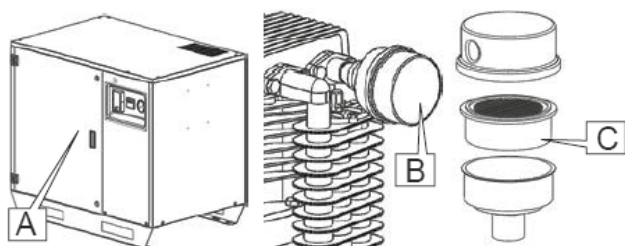

Fig. 13
- 3 Åpne døren med den medfølgende nøkkelen Pos. A fig. 13.
- 4 Skru av lokket pos. B fig. 13, ta ut patronen og bytt den ut med en ny.